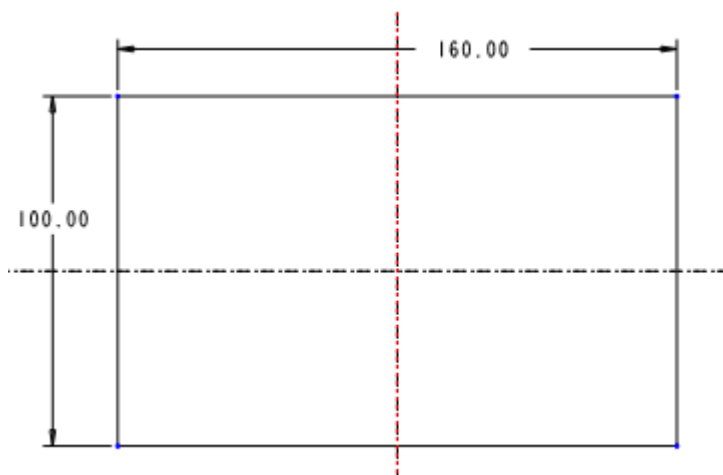

图 46-5
- (3) 单击【剖面】对话框中的【草绘】按钮，进入草绘工作环境。
- (4) 绘制如图 46-5 所示的矩形作为拉伸截面，单击草绘命令工具栏中的  按钮，完成拉伸截面的绘制。